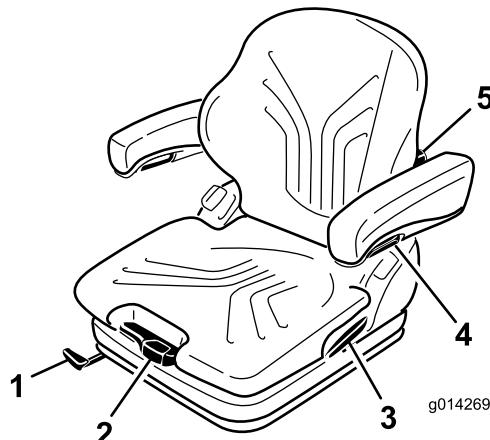

Figura 13
Ajuste el asiento para su peso presionando o tirando de la palanca de ajuste de peso (Figura 13).
1. Levante la palanca para desbloquear el asiento (Figura 13).
Gire el pomo de ajuste hacia arriba para ajustar la curvatura de la parte superior del cojín del respaldo. Gire el pomo hacia abajo para ajustar la curvatura de la parte inferior del cojín del respaldo (Figura 13).
Para ajustar la altura de los reposabrazos, separe el tapón redondo (Figura 13) de la tapa, afloje la tuerca hexagonal (13 mm) situada detrás de la misma; ajuste los reposabrazos a la posición deseada y apriete la tuerca. Vuelva a colocar el tapón en la tuerca.
Para ajustar el ángulo del reposabrazos, gire el pomo de ajuste (Figura 13).
Tire hacia arriba de la palanca de bloqueo para liberar el cierre del respaldo (Figura 13). Mientras suelta el cierre del respaldo, no aplique carga al respaldo haciendo presión sobre el mismo.